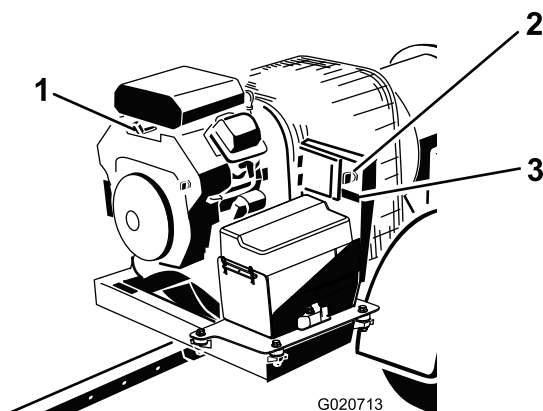

Figura 11
3. Girate la chiave di accensione sulla posizione "START" e rilasciatela rapidamente nella posizione "ON". In tal modo viene risvegliato il ricevitore (Figura 11).
4. Se lasciate la macchina, girate la chiave in posizione OFF e toglietela dal motore (Figura 11).